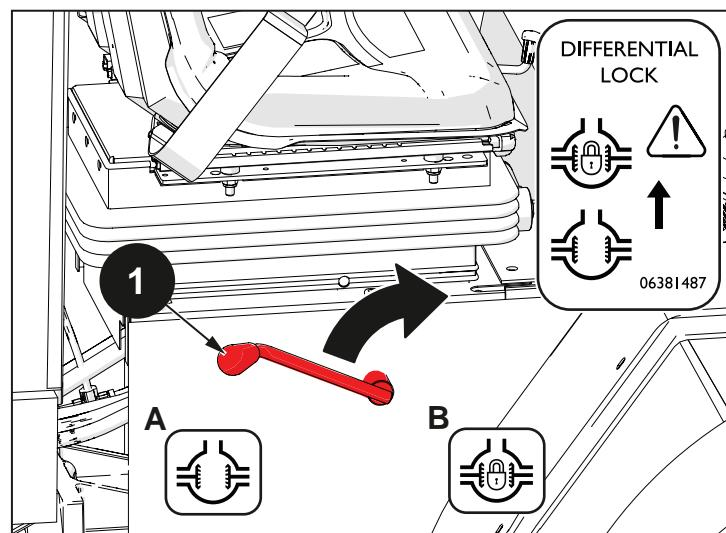

Fig. 5.25
Per riattivare il bloccaggio del differenziale è necessario portare nuovamente la leva in posizione (B). Fig. 5.25.